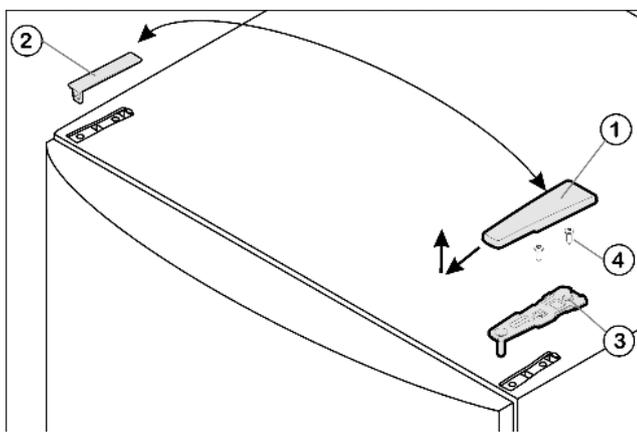

Fig. 5
- ▶ Потяните крышку Fig. 5 (1) вперед и вверх.
- ▶ Снимите крышку Fig. 5 (2).
- ▶ Открутите верхний опорный кронштейн Fig. 5 (3) (2 шт. Torx® 25) Fig. 5 (4) и вытяните вверх.
- ▶ Установите верхний опорный кронштейн Fig. 5 (3) на новой стороне шарнира и защелкните в дверце.
- ▶ Привинтите верхний опорный кронштейн (с моментом 4 Нм) (2 шт. Torx® 25) Fig. 5 (4). При необходимости сделайте отверстия или используйте аккумуляторную отвертку.
- ▶ Наденьте и защелкните крышку Fig. 5 (1) и крышку Fig. 5 (2) на противоположной стороне снаружи.